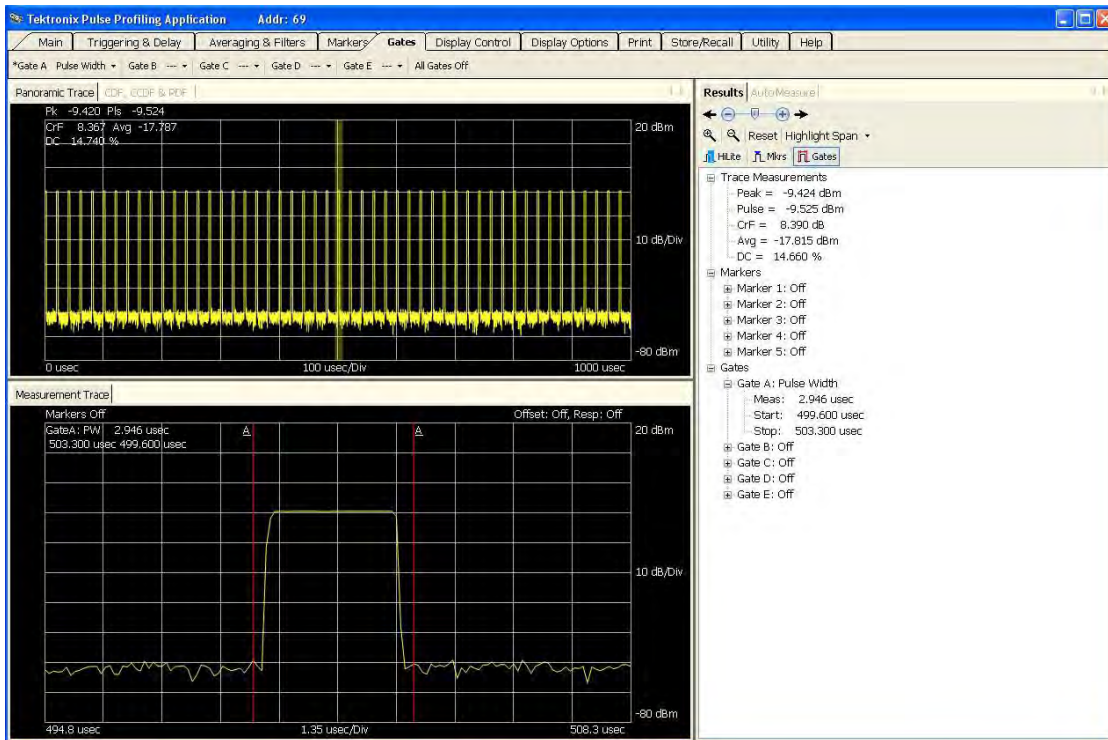

图 5: 测量时的选通位置
- a. 在 **Measurement** (测量) 窗口中单击左侧选通并将其移到左侧, 直至脉冲的上升边沿被放置到左侧选通的右侧。(见图 5)
- b. 在 **Measurement** (测量) 窗口中单击右侧选通并将其移到右侧, 直至脉冲的下降边沿被放置到右侧选通的左侧。(见图 5)